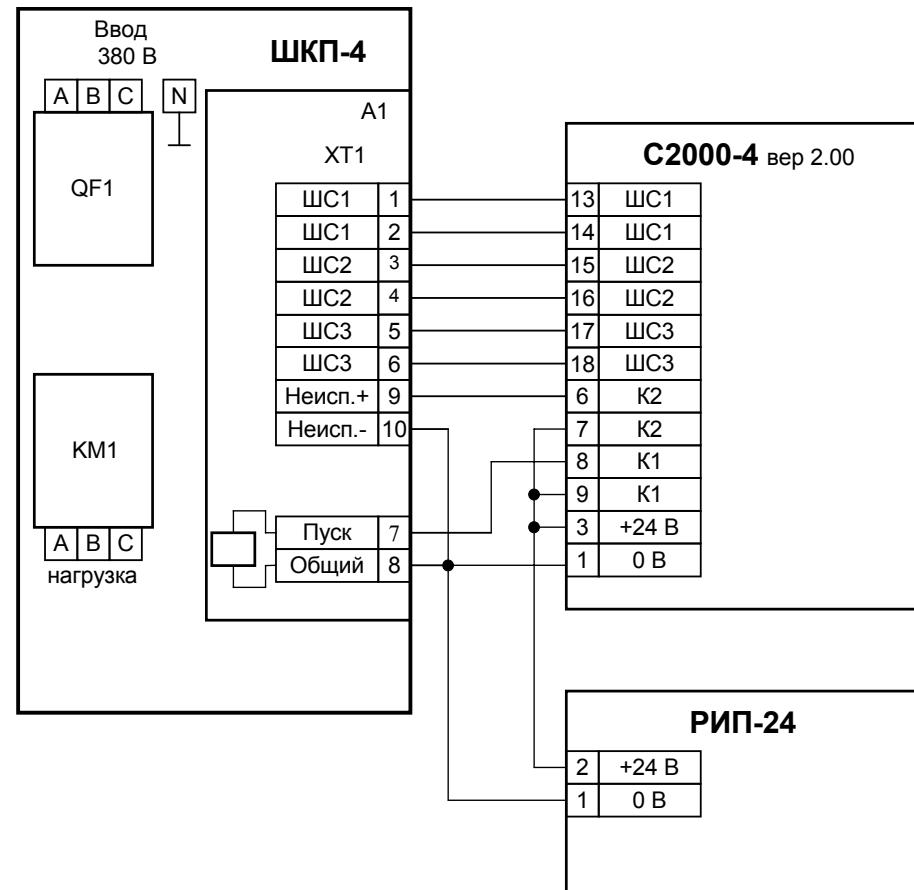

Рисунок 2 Пример подключения шкафа «ШКП-4» к прибору «C2000-4»
- 3) Подключить к шкафу провода питающего сетевого напряжения, цепей нагрузки и контроля состояния согласно схеме электрической рис. 2.